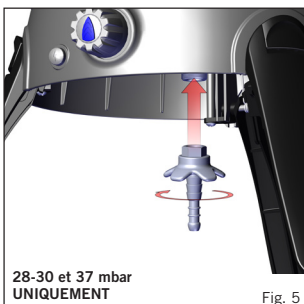

Fig. 5
- Catégories d'appareil** 1 3B/P (30), 1 3+ (28-30/37) et 1 3B/P (37) : Raccordez la tétine de gaz à la sortie de la valve de gaz (Fig. 5) en la vissant dans le sens inverse des aiguilles d'une montre. Insérez un tuyau d'un diamètre intérieur à 8 mm sur la pièce tétine de gaz jusqu'à ce qu'elle soit correctement installée. À l'autre extrémité, fixer un détendeur basse pression de 30 mbar (configurations Butane 1 3B/P (30) et 1 3+ (28-30/37)) ou de 37 mbar (configuration Propane 1 3+ (28-30/37)), en vérifiant toujours que le tuyau est enfoncé correctement. Le tuyau utilisé doit être conforme à la norme BS 3212/ SABS 1156-2 ou équivalent.
- Catégorie d'appareil** 1 3B/P (50) : Vissez un tuyau disposant des bons raccords filetés à chaque extrémité sur le filetage gaz 1/4" main gauche du robinet. Fixez un détendeur à basse pression de 50 mbar adapté à l'autre extrémité du tuyau. Le tuyau utilisé doit être conforme à la norme DIN 4815 partie 2 ou équivalent.